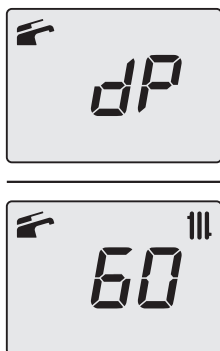

Figura 9.26
- Premendo ulteriormente il tasto 15 (Figura 9.20) è possibile variare nuovamente la potenza in modalità spazzacamino: con visualizzazione sul display LCD delle lettere **dP** che si alternano con il valore di temperatura dell'acqua di riscaldamento (es.**60**), siamo "funzione spazzacamino" alla potenza massima in sanitario" (Figura 9.26);